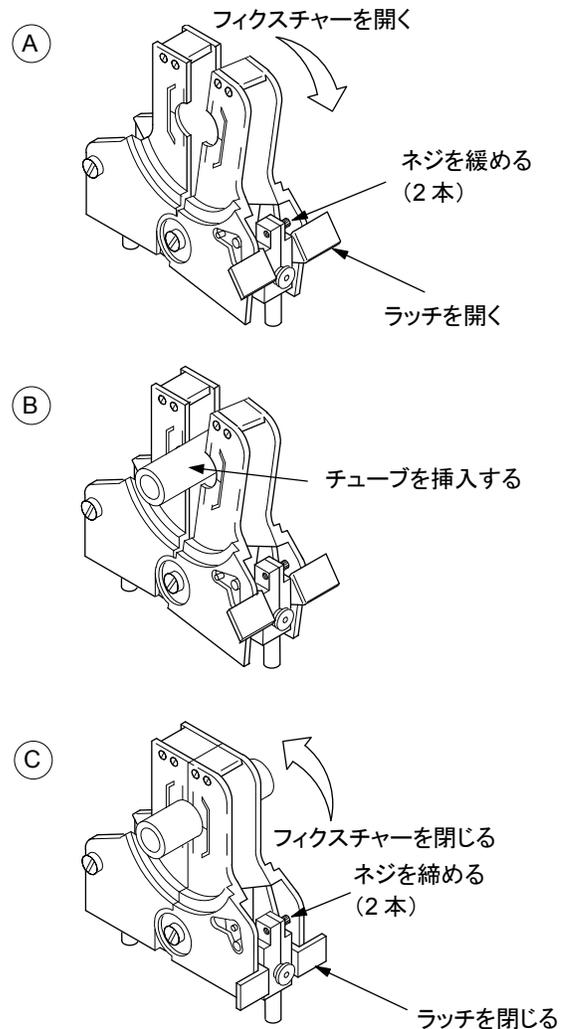

図 18: マイクロ・ウェルド・ヘッド・フィクスチャー(シリーズ 8)のチューブの位置合わせ
1. マイクロ・フィクスチャー・ツールを使用し、ラッチを開状態にしてフィクスチャーを開きます(図 18 の A)。
2. 2本の位置合わせ用ネジを緩めます(図 18 の A)。
3. チューブを挿入します(図 18 の B)。
4. フィクスチャーおよびラッチを閉じ、チューブの位置合わせを行います(図 18 の C)。
5. 2本の位置合わせ用ネジを締め付けます(図 18 の C)。